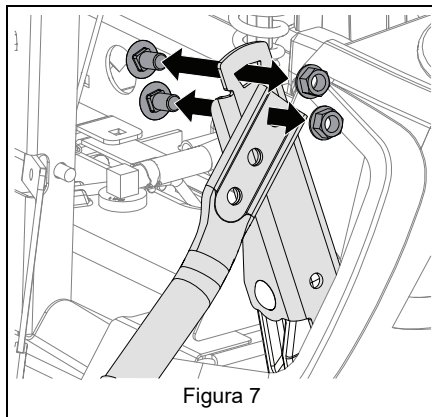

Figura 7
1. Rimuovere la bulloneria di fissaggio delle leve dello sterzo sui bracci di comando inferiori. Vedere Figura 7.